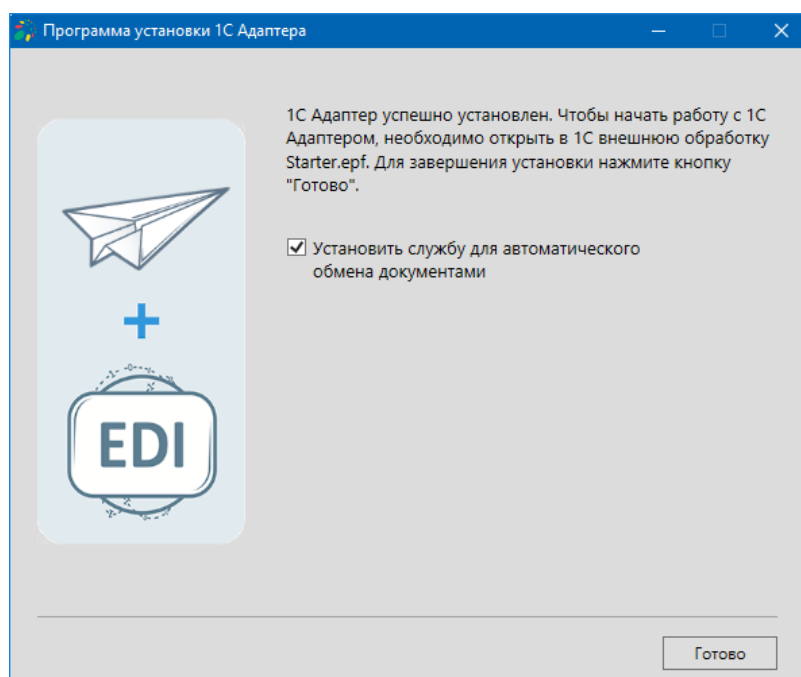

Рисунок 13 – Установка службы для автоматического обмена документами
8.1.1.3. Нужно установить флажок в поле установки службы и нажать «Готово» (рис. 13).